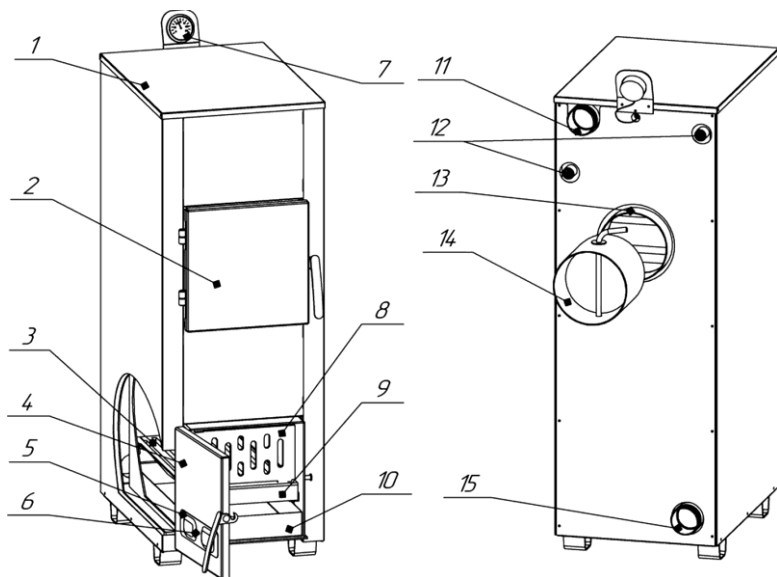

Рис. 2
Котел (рис. 2) представляет собой сварную конструкцию, образующую по всему периметру водяную рубашку, окаймляющую топочную камеру. На передней стенке котла расположены две дверки:
1. Снять нижнюю дверку 4 (рис. 2), вынуть зольник 10 и колосник 3.
4. Произвести розжиг растопочного материала и закрыть дверцу топки. Когда дрова хорошо разгорятся (при необходимости подровнять слой при помощи кочерги), примерно через 2-3 минуты после растопки, начать загрузку топлива. Загрузка топлива происходит через верхнюю дверцу. В течение короткого времени, порядка 15 минут, постепенно и равномерно загрузить топливо в количестве, достаточном для образования слоя высотой 150 мм. Затем загрузку прекращают до тех пор, пока топливо хорошо разгорится (15-20 мин.). Последующая загрузка может производиться более мелким топливом равномерно по всей решетке, быстро, не допуская прорыва большого количества воздуха в топку через верхнюю дверь. Окончив загрузку, разровнять слой топлива. Для предотвращения выхода дыма в помещение через верхнюю дверцу при добавке основного топлива, закрывайте заслонку 5 (рис. 2) на нижней дверце 4 (рис. 2). После загрузки порции топлива откройте заслонку.